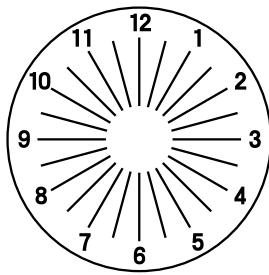

图32
(4) 转动柱镜旋钮⑦ 改变 C 值，从 $.00 \rightarrow .25 \rightarrow .50$ ，使每条线看起来都是一样的。当转动到 -0.50 处，图表如图 32 所示。
(5) 转动小球镜盘②③ 以 $0.25D$ 为间隔改变 S 值，使视力从 1.2 到 1.5。记录下视力改变值。 $-1.00 \rightarrow -1.25 \rightarrow 1.50$ 。